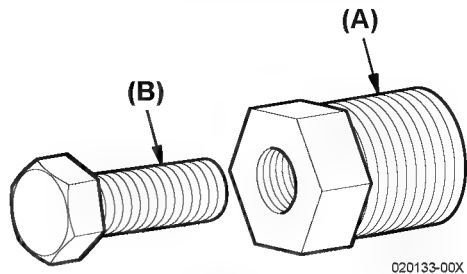

Figure 11
2. Installez l'extracteur (**Figure 11, (A)**) dans l'impulseur.
3. Tournez la vis de calage (**Figure 11, (B)**) dans le sens des aiguilles d'une montre pour enlever l'impulseur du boîtier de la pompe.